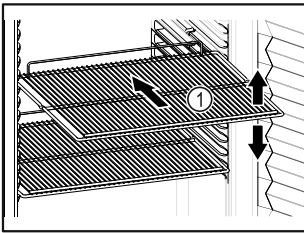

Fig. 60 Beispielhafte Darstellung
- Wenn Abstellroste Fig. 60 (1) versetzbar sind, je nach Höhe anpassen.